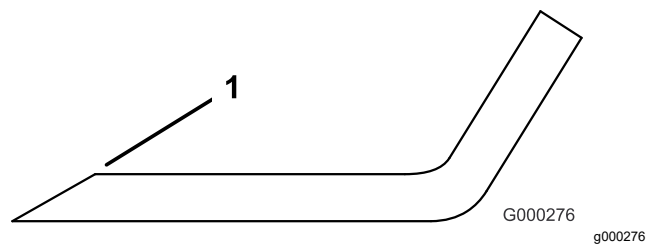

Figura 131
3. Inspeccione los filos de corte de todas las cuchillas, y afílelos si están romos o tienen mellas (Figura 131).
Nota: Afile únicamente la parte superior del filo y mantenga el ángulo de corte original para asegurar un filo correcto (Figura 131). La cuchilla permanece equilibrada si se retira la misma cantidad de metal de ambos filos de corte.